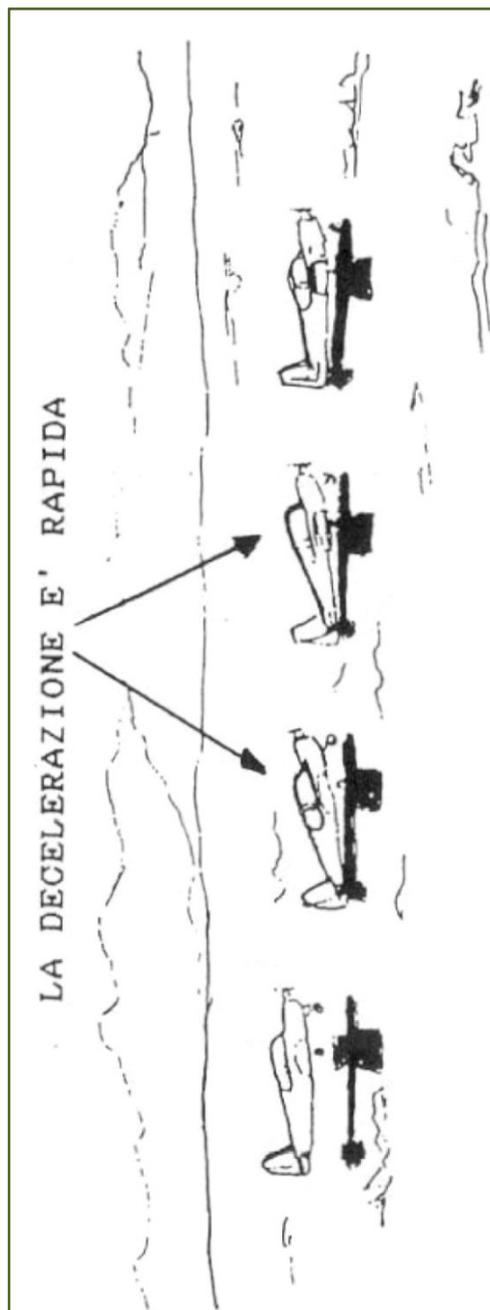

FIG. 11 - ATTERRAGGIO LENTO
f) Il CONTATTO COL TERRENO deve avvenire a velocità prossima a quella di STALLO (muso alto). Poco prima del CONTATTO CERTO (o subito dopo), CHIUDEREMO LA MISCELA (potendo, anche il selettore del **carburante**), STACCHEREMO I CONTATTI E FRENEREMO CON DECISIONE. **FIG. 11**